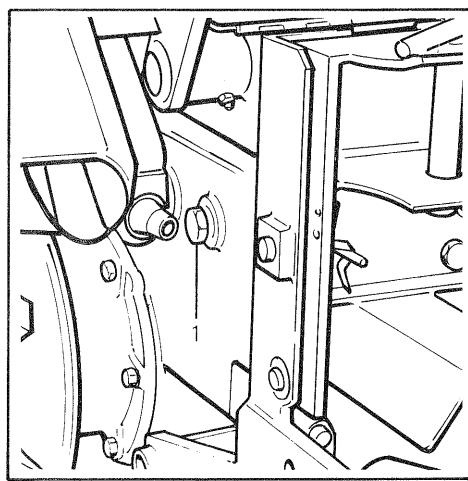

Fig. 19 - Bild 19
Scatola del cambio : sostituire l'olio (vedere la fig. 19). Togliere il tappo di scarico posto sotto la scatola cambio ed il tappo (1) per facilitare lo scarico.
Gearbox: change oil (see fig. 19). Remove the drain plug located under the gearbox and plug (1) to make drain easier.
Boîte de vitesses: changer d'huile (voir fig. 19). Enlever le bouchon de vidange situé au-dessous de la boîte du changement de vitesses et le bouchon (1) pour faciliter l'évacuation.
Schaltgetriebe: das Öl wechseln (siehe Bild 19). Die Ablassschraube unter dem Schaltgetriebegehäuse, sowie den mit Messstab versehenen schraube (1) abnehmen, um den Ablass zu erleichtern.